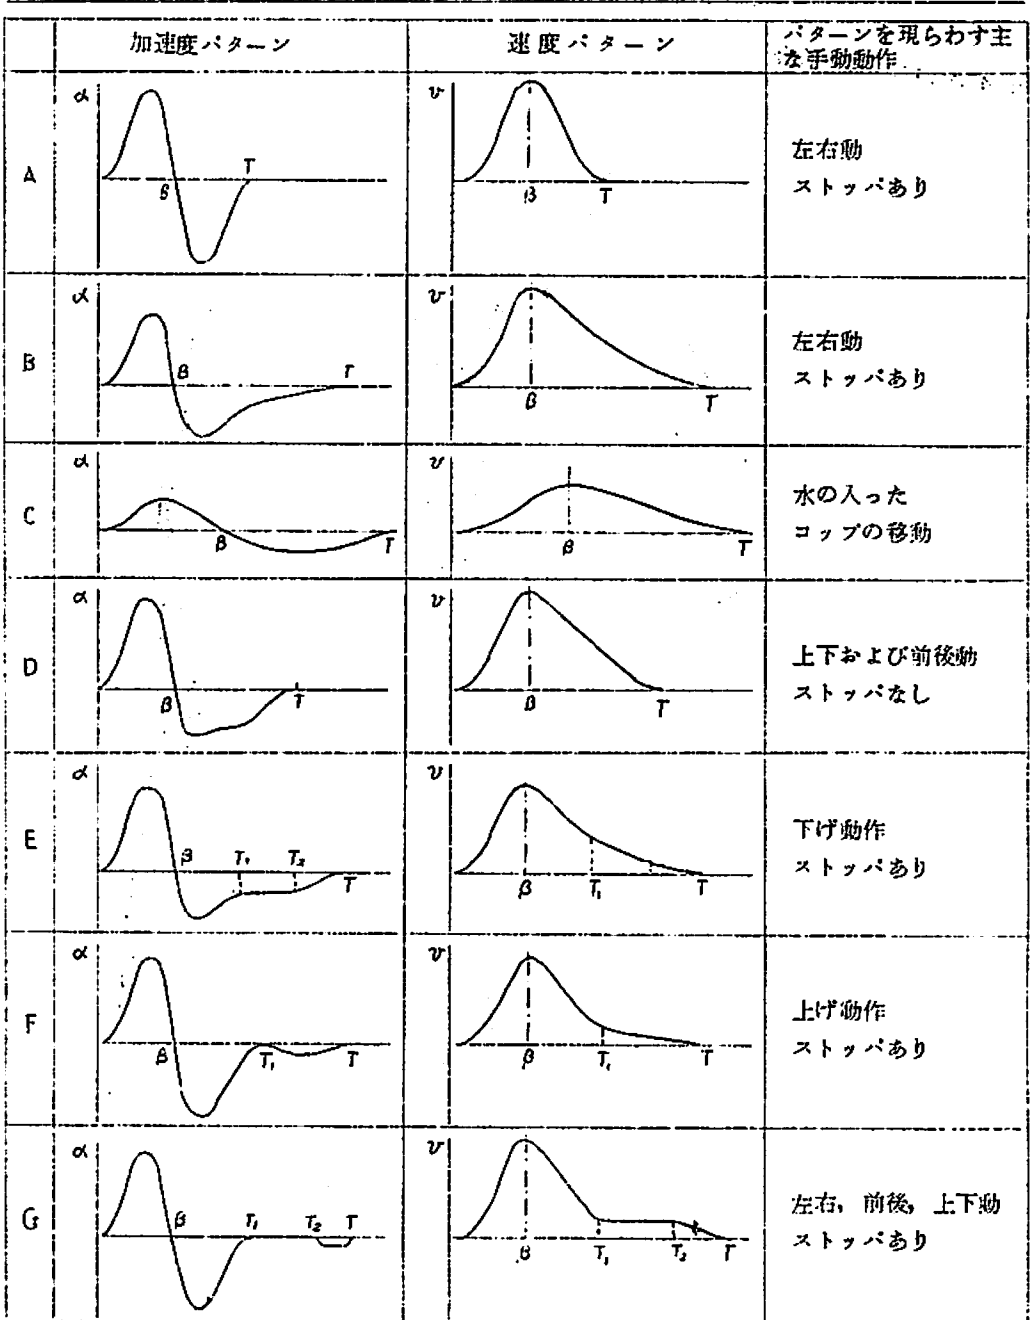

図3 加速と速度パターン
(2) 終着目標地点にストップがなく、停止位置も厳密に合わせる必要のない場合、最大速度にいたる時間  $t$  を境に加速度、速度共にほぼ対称形をなす (図 3. A)。これは、行程後半の停止動作の制御が楽で、位置決めセンサとして触覚にあまり頼らず、主に眼を位置決めセンサとしているためと考えられる。
(3) 終着目標位置にストップを設け、これにやわらかく接して停止させる場合は、行程後半で一度大きくブレーキをかけ (図 3, E, F, G)、速度を十分落とす。つづいて、この低速度をもって目標に近づくかあるいはさらに速度を下げながら目標に接近する。これは、速度を十分落とす区間まで眼を主要センサとし、それ以後ストップに接するまでは、手の触覚が主センサとして働いているものと思われる。このことは、本実験中いつ台車がストップに接触するかと手の触覚に対する感度が高まっている様子が感じられたことから推定される。
(4) 移動重量が増加する程測定データの再現性がよい。これは、筋肉の長さ力関係の非線形性、すなわちある程度延びてから力を発生するという筋肉の特性によるものと思われる。
(5) 目標位置にストップがないと測定データの再現性がよい。これはストップがないとオーバーシュートが許され、緊張せず気楽に動作が行なえる。その反面ストップがあると、これに衝突させないようにと大いに気をくばり緊張するので、再現性が悪くなるものと思われる。